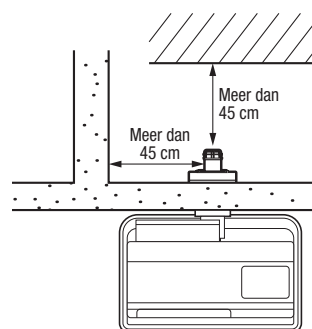

Afb. 1
Bij gebruik van de “Verlengstuk leiding (L)” set met verlengstukken, moet de afstand tussen de aansluiting van de uitlaatleiding van de kachel en de aansluiting van het rookgaskanaal minstens 1620 mm en hoogstens 2040 mm bedragen. (Zie afbeelding 1 voor referentie.)